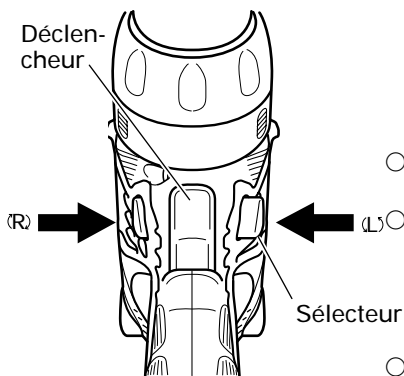

Fig. 21
En appuyant sur côté-L du sélecteur la mèche tourne dans le sens anti-horaire. (Voir Fig. 21) (Des repères (L) et (R) sont prévus sur le bouton du sélecteur.)